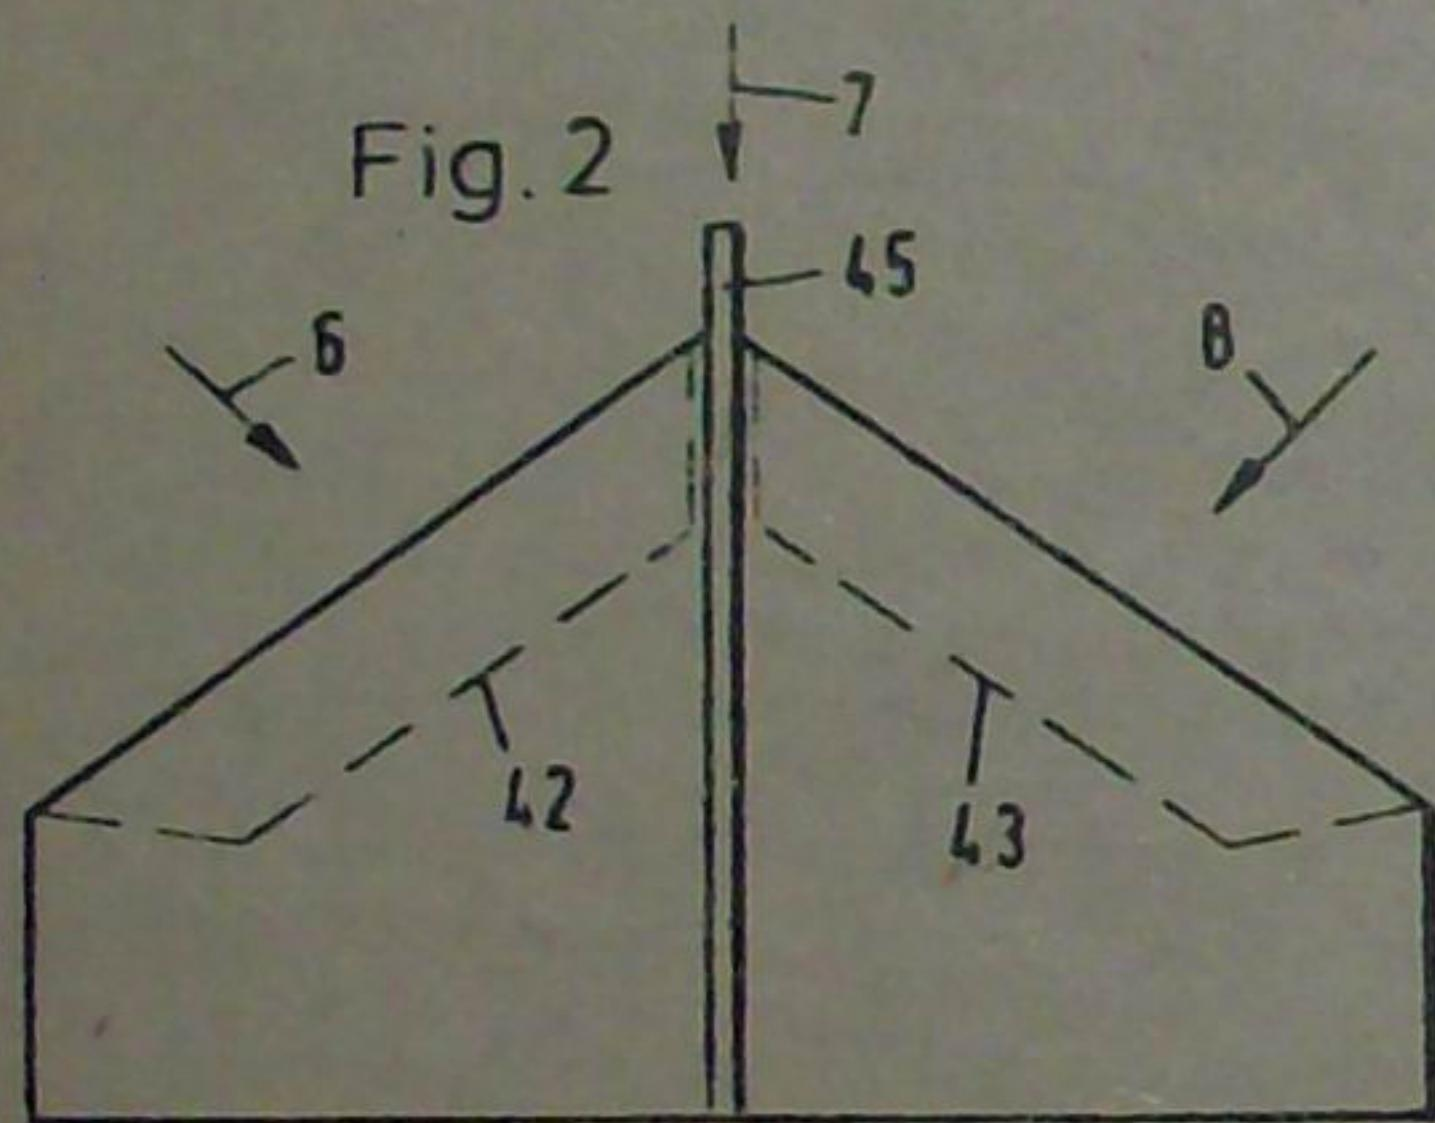

Fig. 2
- Sursa de încălzire este prezentată în fig. 2 și cuprinde un rezervor cu o capacitate de 5–6 litri de apă în care se găsește o rezistență de 1900 W/200 V ce asigură încălzirea apei.